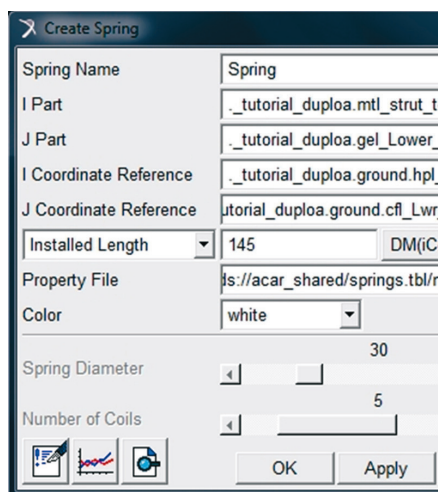

Figura 5.91 – Janela correspondente à definição da mola da suspensão.
- Preencha os campos da janela *Create Spring* conforme mostrado na Figura 5.91. Note que a mola é definida entre o corpo rígido *Lower\_control\_arm* e *mount* que se criou nessa etapa *mtl\_strut\_to\_body*. A curva característica da mola pode ser editada manualmente pelo usuário e salva